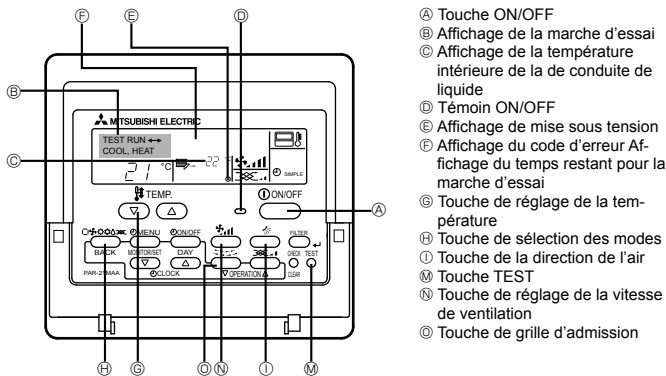

Fig. 6-1
- ② Débrancher le connecteur du moteur des ailettes du ventilateur que vous souhaitez verrouiller. (Appuyer sur le bouton et, en même temps, retirer le connecteur dans le sens indiqué par la flèche illustrée sur le schéma.) Lorsque le connecteur est déposé, l'isoler avec du ruban spécialement conçu à cet effet.
6. Marche d'essai (Fig. 6-1)
Utilisation de la télécommande filaire (Fig. 6-1)